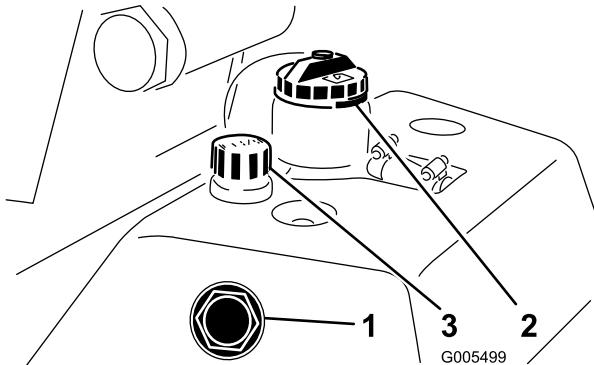

Bild 26
1. Stellen Sie die Maschine auf eine ebene Fläche. Stellen Sie sicher, dass die Maschine abgekühlt ist, sodass das Öl kühlt. Prüfen Sie den Ölstand am Schauglas an der Seite des Hilfsöltanks (Bild 26). Wenn der Ölstand neben dem Schauglas an der Vollmarke steht, ist genügend Öl eingefüllt.